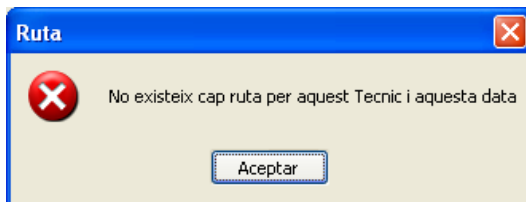

Figura 17
1. Seleccionar data (Figura 17)